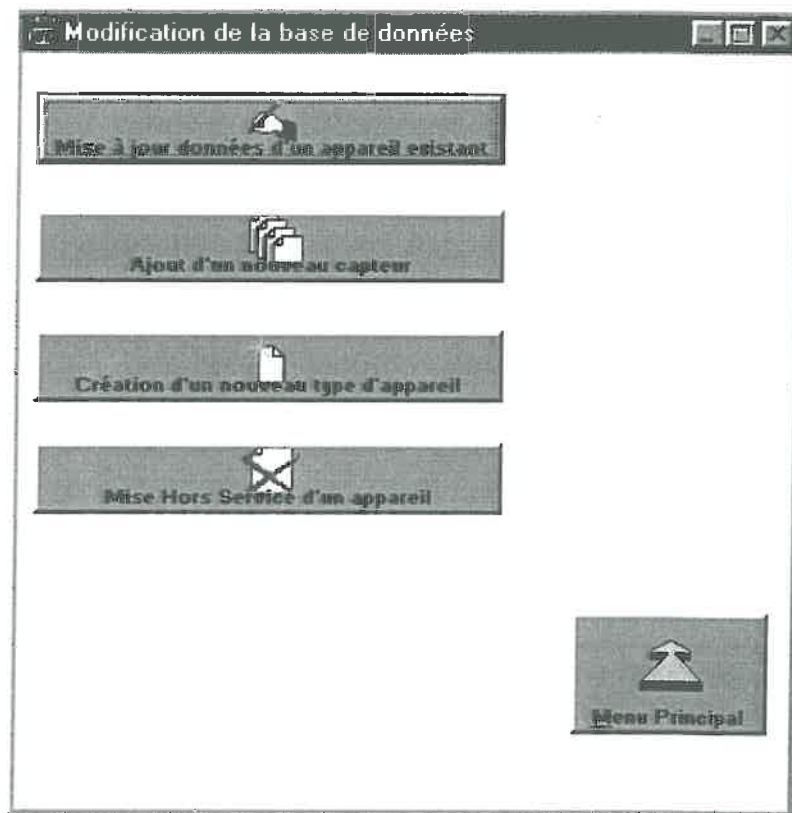
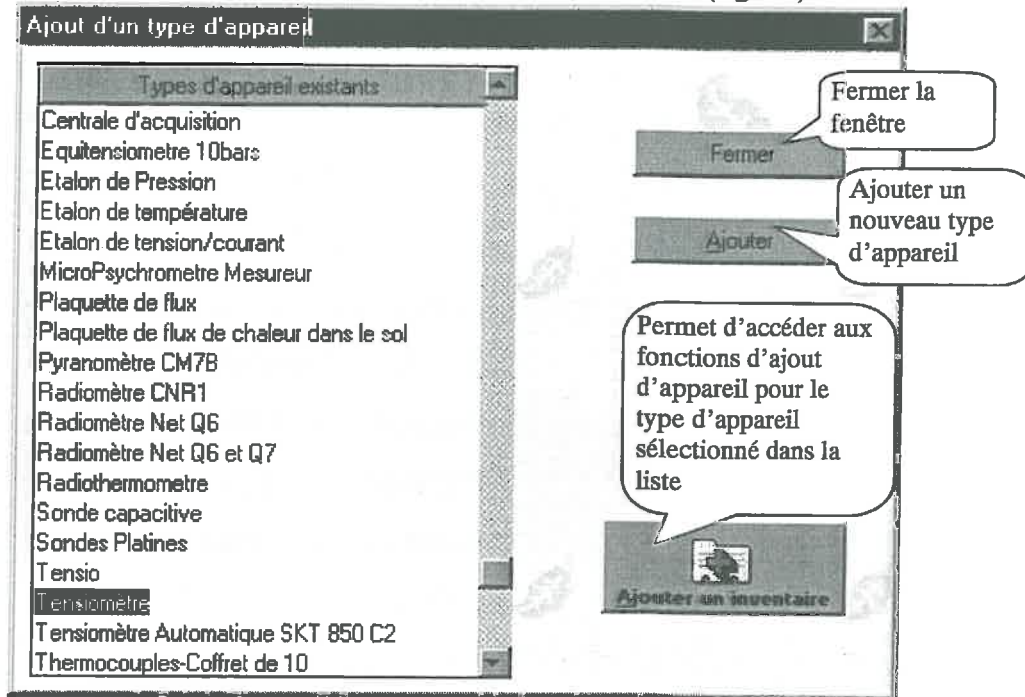
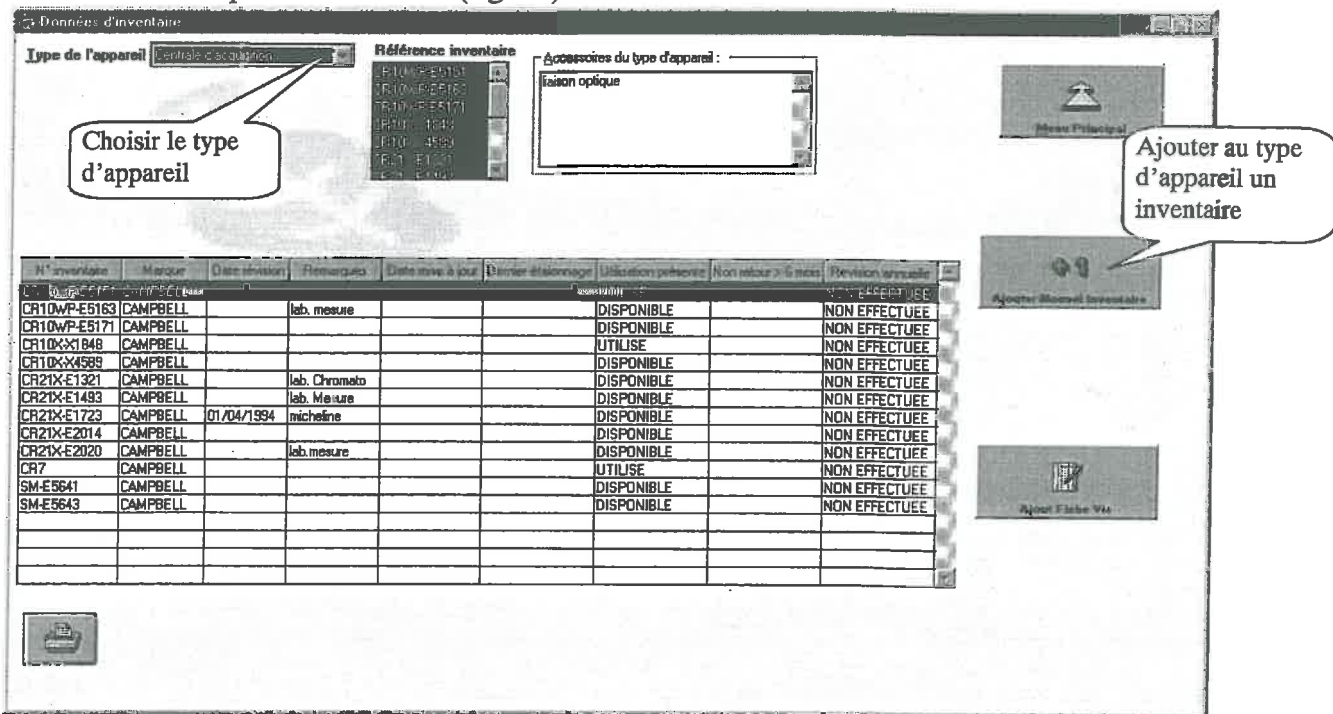

Fig. 16 : Fenêtre de choix du responsable
Fig. 20 : Le type d'appareil a été ajouté
Fig. 22 : Ajout d'un inventaire ou d'une opération
Après l'appui sur 'OK', si le numéro et le mot de passe sont corrects (pas de message d'erreur) et si la fenêtre des choix (fig.16 ) n'apparaît pas, contacter l'administrateur.
La fenêtre suivante apparaît (fig. 16):
- Appuyer sur 'OK' : les fenêtres se ferment et la fenêtre de la figure 16 apparaît avec un nouveau bouton 'Ajouter un inventaire' (fig. 20):
- Appuyer sur 'Fermer' pour revenir à la fenêtre des choix (fig. 16)
- Dans la fenêtre de choix (fig. 16), cliquer sur le bouton 'Ajout d'un nouveau capteur' : la fenêtre (fig. 22) s'ouvre
- La fenêtre de la fig.23 se ferme et la fenêtre fig.22 s'affiche avec le nouvel appareil dans le tableau
- La fenêtre fig.22 ou fig.23 n'apparaît pas
- Le bouton 'Ajouter un inventaire' n'apparaît pas : vérifiez que vous avez bien cliqué dans la fenêtre de choix (fig. 16) sur le bouton 'Ajout d'un nouveau capteur'. Si c'est le cas, contacter l'administrateur.
Dans la fenêtre de choix (fig. 16), deux possibilités pour ajouter une opération :